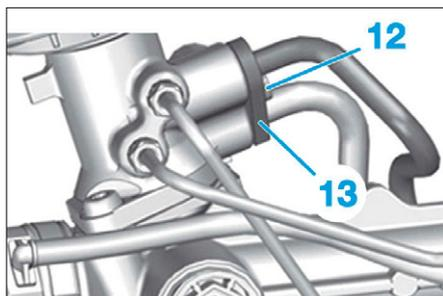

FIG. 17
- Déposer la vis (12) (Fig.17).